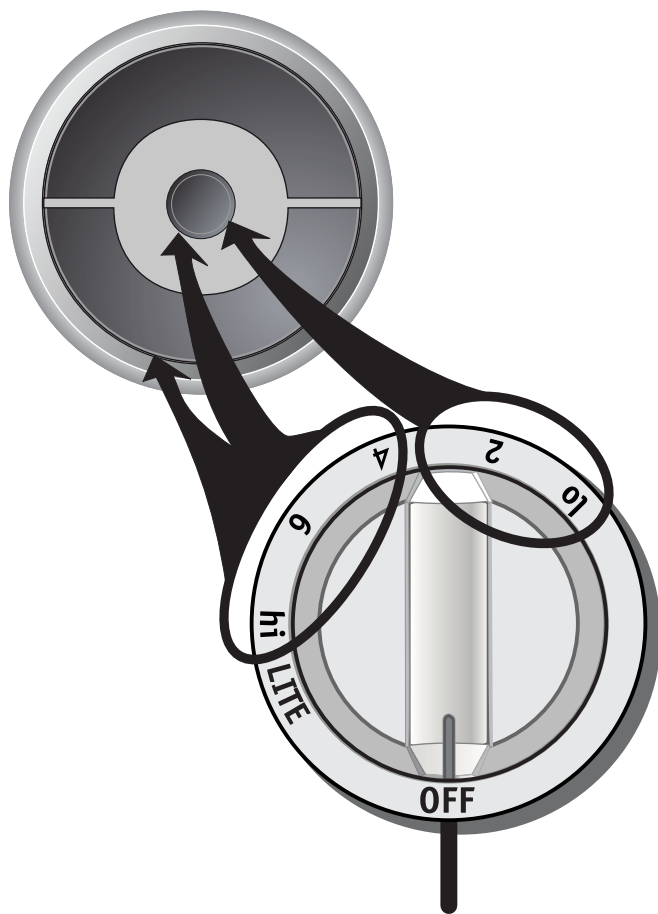

Figure 3
5. Une fois le brûleur allumé, continuez de tourner **dans le sens inverse des aiguilles d'une montre** entre la position «HI» et la position «4» pour ajuster la flamme des deux anneaux en même temps (Figure 3). **NE cuisinez PAS** avec le bouton à la position «LITE» (allumage); vous risquez d'endommager l'électrode de l'allumeur.